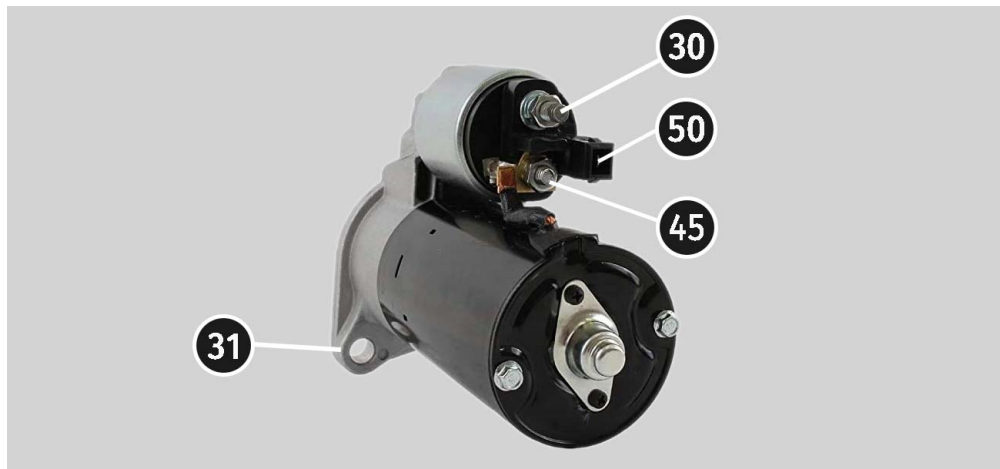

Рисунок 25. Расположение клемм на стартере
3. Разъем стенда «50» кабелем подключите к управляющему выводу соленоида стартера клемма 50, см. рис. 25.
4. Провода универсального диагностического кабеля K30 и K45 подключите к соответствующим клеммам стартера см. рис. 25.